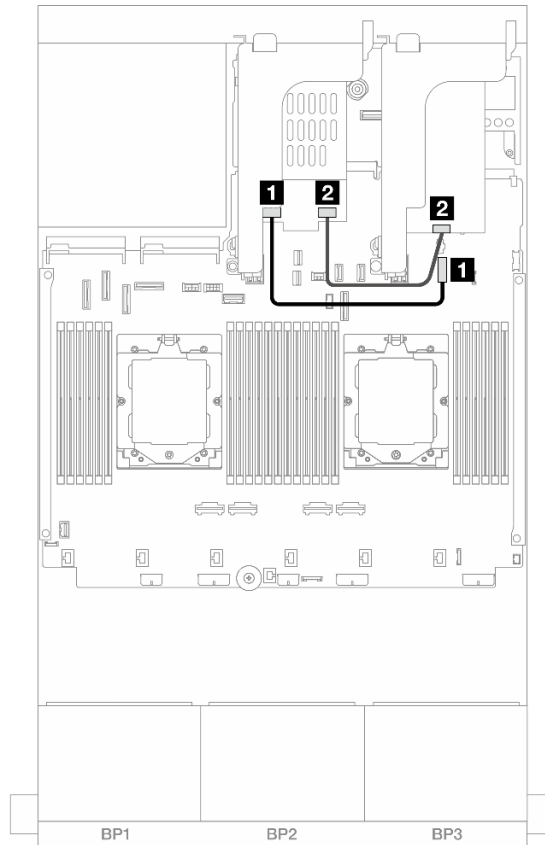

Abbildung 326. RAID-Kabelführung
- Abbildung 326 „RAID-Kabelführung“ auf Seite 388